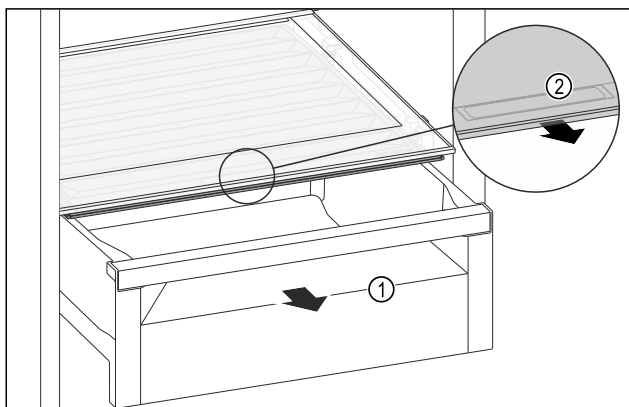

Fig. 161
- Wyciągnąć szufladę Fig. 161 (1).
- Chwycić uchwyt wpuszczany Fig. 161 (2) na pokrywie komory i pociągnąć pokrywę jednocześnie do przodu.